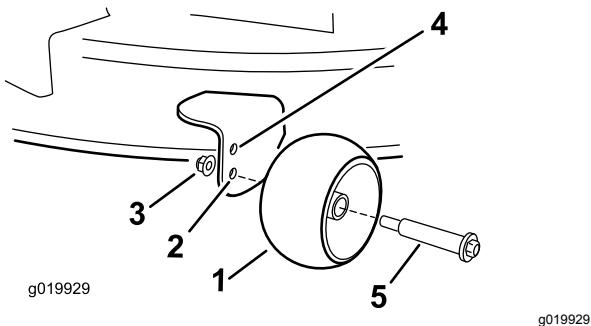

Figura 23
posición de altura de corte de 63 mm (2½") o menos (Figura 23).
- Taladro inferior – utilice esta posición cuando la carcasa de corte está en la posición de altura de corte de 76 mm (3") o más (Figura 23).